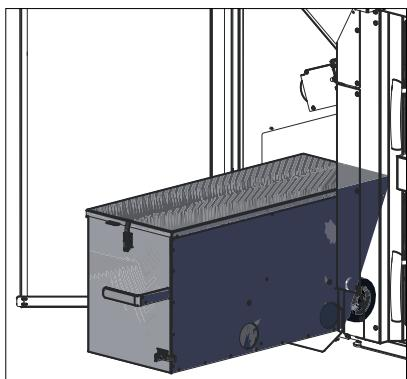

Fig.33 Spingere il contenitore cenere leggermente verso sinistra ed estrarlo
- Spingere il contenitore cenere leggermente verso sinistra ed estrarlo – Fig. 33.